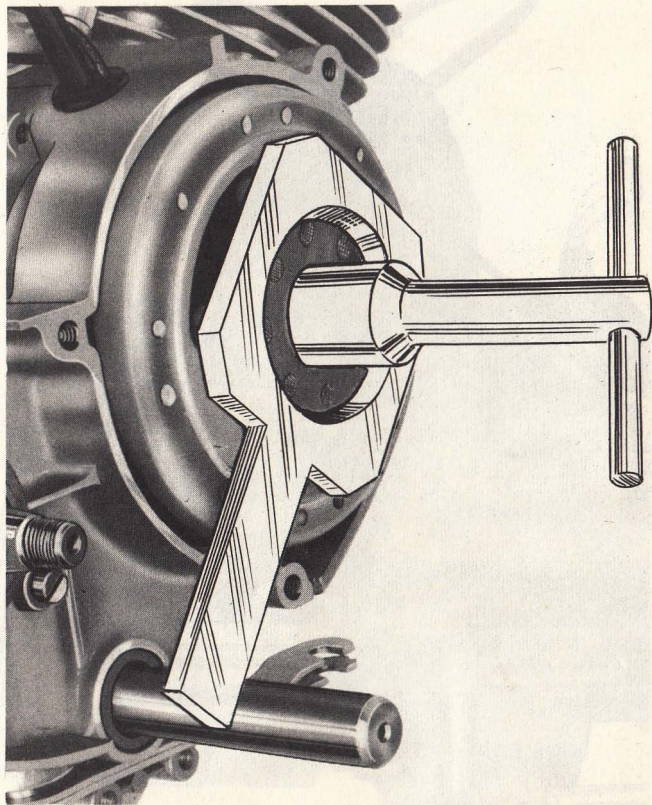

Fig. 12 - *Come viene smontato il dado bloccaggio volano*
- 1) Svitare il dado di bloccaggio tenendo fermo il volano mediante l'apposito attrezzo 43911800 inserito fra le finestre del volano stesso (vedere fig. 12).